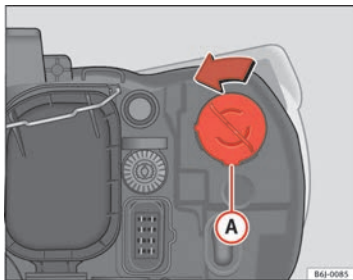

Abb. 133 Blinklicht
- Die Fassung ⇒ Abb. 133 (A) nach links drehen und ziehen.